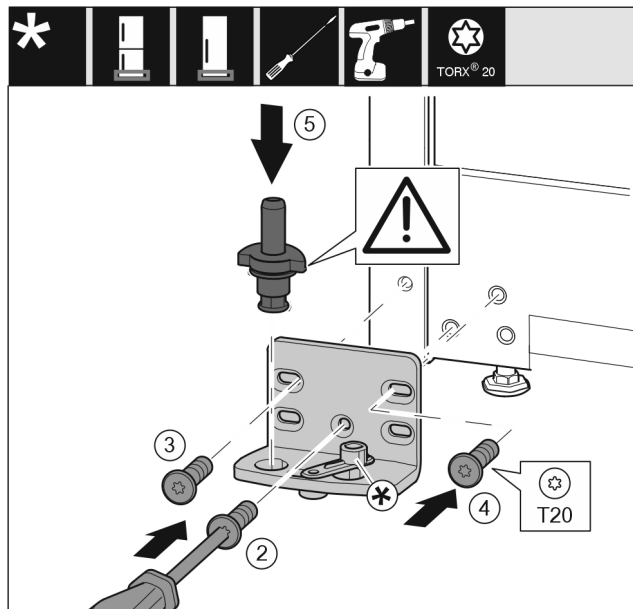

Fig. 25
- ▶ Aplicați suportul de lagăr pe partea opusă și înșurubați-l cu ajutorul unei șurubelnițe T20. Începeți cu șurubul 2 de jos din centru. Fig. 25 (2)
- ▶ Înșurubați ferm șurubul 3 și 4. Fig. 25 (3,4)
- ▶ Introduceți complet bolțul de lagăr. Aveți grijă aici ca respectiva camă de cuplare să fie îndreptată către înapoi. Fig. 25 (5)